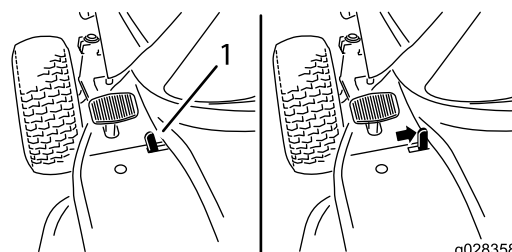

Figure 5
2. Déplacez le levier du frein de stationnement vers la droite (Figure 5).
2. Déplacez le levier du frein de stationnement vers la gauche (Figure 5).